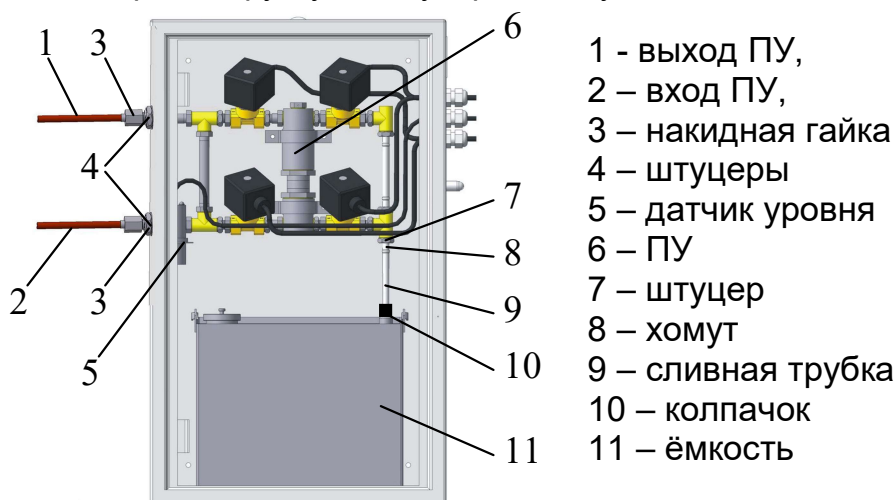

Рис. 7 – Шкаф ПУ
2.2.4 Установить датчик уровня 5 (при его наличии) на технологический кронштейн с левой стороны в шкафу ПУ (Рис. 7).
2.2.6 Для обеспечения протока продукта через контур отбора ПУ подсоединить медные (стальные) трубки внешним диаметром 8 мм к штуцерам 4, используя накидные гайки 3 и вкладыши из комплекта поставки (Рис. 7). Торцы трубок предварительно развальцевать согласно схеме приложения В.
- повторить предыдущее действие до прекращения выхода пузырьков воздуха в трубку сливную 8 (Рис. 7).